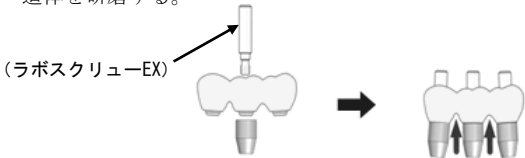

図 3
3) ポリッシングプロテクター EX の使用方法（図 3）
- ① ラッピングドライバー EX A、B により研磨調整を終えた鋳造体嵌合面にポリッシングプロテクター EX を嵌め合わせる。
② ラボスクリュー EX により固定し、適切な研磨器具を用い鋳造体を研磨する。